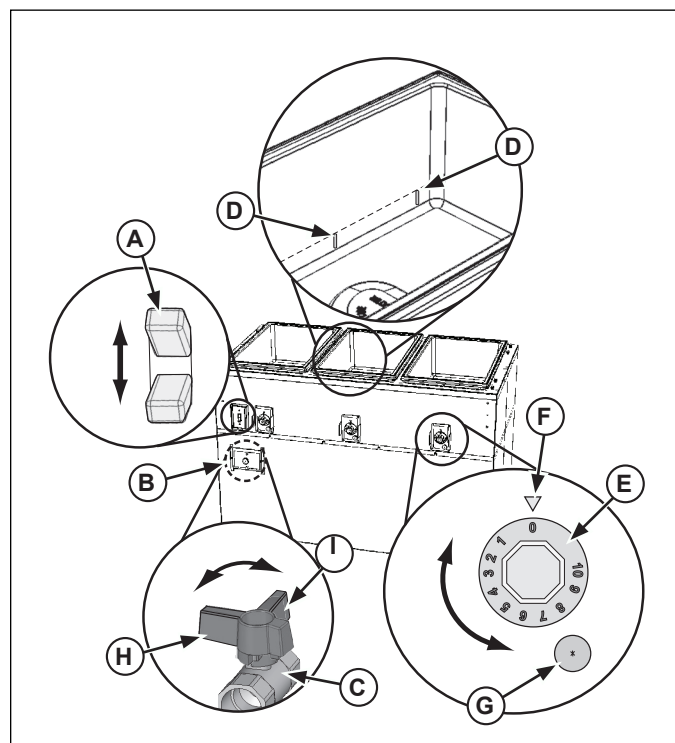

Figura 2. Controles de la estación caliente de lujo
- (A)** Interruptor de **ENCENDIDO/APAGADO**. Mueva el interruptor hacia arriba para encender la unidad. Mueva el interruptor hacia abajo para apagarla. El interruptor se iluminará cuando esté en la posición de encendido.
- (B)** **PUERTA DE ACCESO** para la válvula de drenaje. Ábrala o retírela para acceder a la válvula de drenaje.
- (C)** **VÁLVULA DE DRENAJE**. Se usa para vaciar el agua de el o los recipientes.
- (D)** **MARCAS DEL NIVEL DEL AGUA**. Se usan para indicar el nivel correcto del agua.
- (E)** Selector del **CONTROL DE TEMPERATURA**. Se usa para fijar o ajustar la temperatura del recipiente. Mientras más grande o más pequeño sea el número, más alta o más baja es la temperatura respectivamente. La posición de "0" corresponde a apagado.
- (F)** Indicador de **REFERENCIA DEL SELECTOR**. Se usa para mostrar la posición en que se fijó el control de temperatura.
- (G)** Luz de **NIVEL DE AGUA BAJO**. Se ilumina cuando el recipiente necesita agua. Si la luz se ilumina durante la operación, se debe agregar agua limpia y fresca al recipiente.
- (H)** Posición de **VÁLVULA DE DRENAJE CERRADA**. Cuando la válvula está en esta posición, el drenaje está cerrado.
- (I)** Posición de **VÁLVULA DE DRENAJE ABIERTA**. Cuando la válvula está en esta posición, el drenaje está abierto.
1. Abra la puerta de acceso (B) y verifique que la válvula de drenaje (C) esté en la posición cerrada (H). Consulte la Figura 2.
2. Llene el receptáculo hasta las marcas de nivel correcto (D) con agua limpia y fresca. El nivel correcto es de aproximadamente 2.5 cm (1") de agua. No lo llene excesivamente.
4. Precaliente el agua en los receptáculos cubriéndolos con tapas o recipientes de alimento vacíos. Gire el interruptor de suministro (A) hasta la posición de encendido "ON" y fije el o los controles de calor (E) en su ajuste máximo. Precaliente el agua durante 45 minutos. El agua debiera hervir.
7. Fije el o los controles de calor (E) para mantener la temperatura de conservación caliente y los alimentos seguros. Revise regularmente la temperatura de los alimentos.
- (A) Interruptor de **ENCENDIDO/APAGADO** Mueva el interruptor hacia arriba para encender la unidad. Mueva el interruptor hacia abajo para apagarla. El interruptor se iluminará cuando esté en la posición de encendido.
- (B) **PUERTA DE ACCESO** para la válvula de drenaje. Ábrala o retírela para acceder a la válvula de drenaje.
- (C) **VÁLVULA DE DRENAJE.** Se usa para vaciar el agua de el o los receptáculos.
- (D) Posición de **VÁLVULA DE DRENAJE CERRADA.** Cuando la válvula está en esta posición, el drenaje está cerrado.
- (E) Posición de **VÁLVULA DE DRENAJE ABIERTA.** Cuando la válvula está en esta posición, el drenaje está abierto.
1. Abra la puerta de acceso (A) y verifique que la válvula de drenaje esté en la posición cerrada (D). Consulte la Figura 2.
3. Gire el interruptor de suministro (A) hasta la posición de encendido "ON". Esta unidad no tiene un valor de temperatura ajustable. Deje que la unidad funcione durante aproximadamente 30 minutos. Para obtener el mejor rendimiento al usar hielo con esta unidad, déjela funcionar durante aproximadamente 2 horas antes de agregar el hielo. Ello ayudará a mantener el hielo sólido.